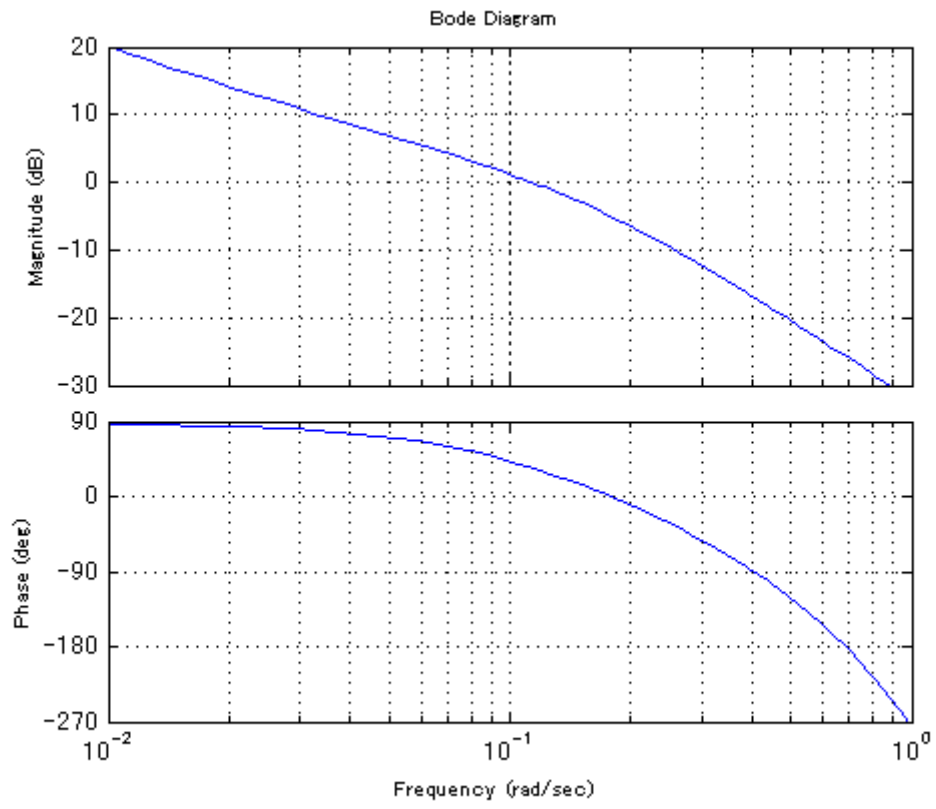

図3 ポー下線図
- 5) この制御系について、開ループ伝達関数のボード線図を描いたところ、図 3 を得た。ゲイン余裕および位相余裕を求めよ。